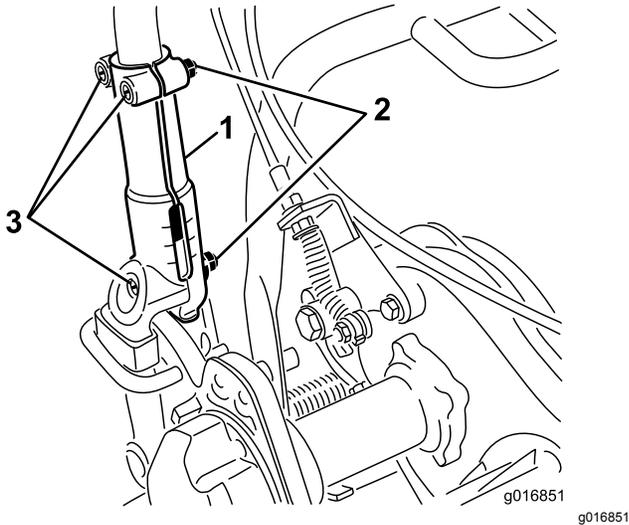

Figura 26
1. Retire los 3 pernos de cuello cuadrado y las tuercas que sujetan el manillar a las abrazaderas del manillar (Figura 26).